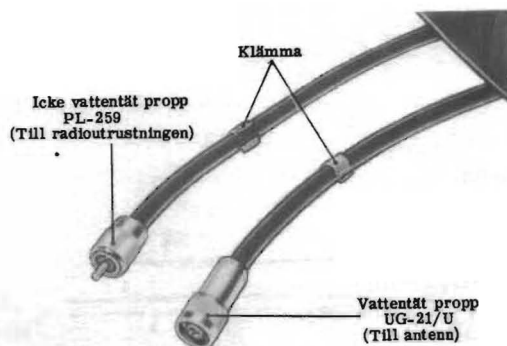

Bild 19.
3. Ta fram antennkablarna och märk den ena med en blå klämma i varje ände, den andra med en röd klämma i varje ände (bild 19). Klämmorna förvaras i antennlådan.
4. Rulla ut antennkablarna på sådant sätt att de icke vattentäta propparna, typ PL-259, kommer närmast radioustrustningen och de vattentäta propparna, typ UG-21/U, kommer närmast antennerna (bild 19).